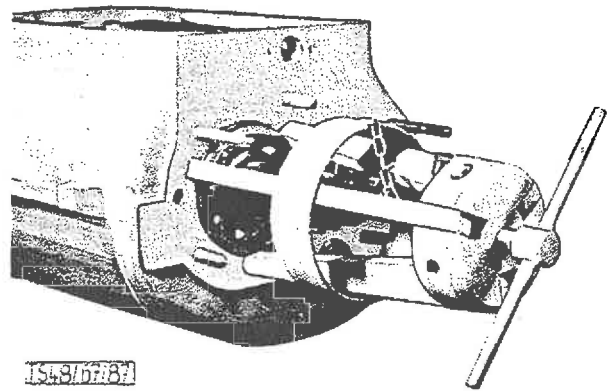

BILD 5: Kugellager abziehen
12. Sprengring des hinteren Hauptwellenkugellagers abnehmen, die Vorrichtung RK 573 ansetzen und das Kugellager abziehen (Bild 5).